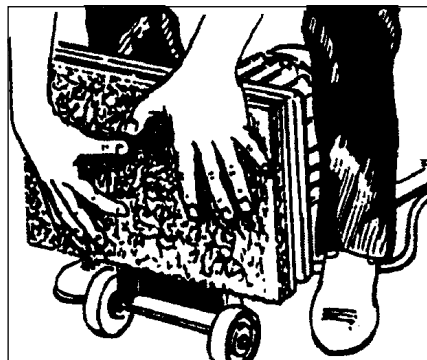

Figure 3
- d.) Appuyez le patin contre le plateau de ponçage auto-agrippant jusqu'à ce que les crochets de le plateau de ponçage auto-agrippant aient accrochés le patin (voir la figure 3).